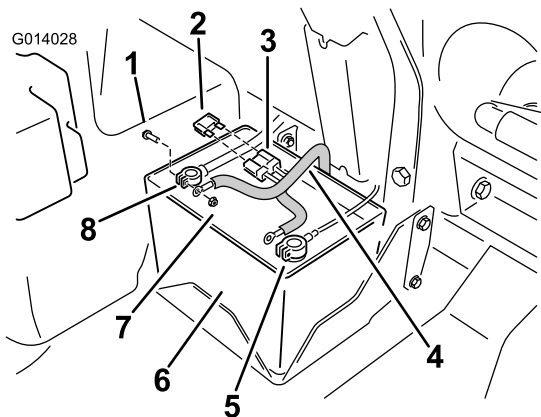

図 17
4. ハーネスについている赤いリング端子を、赤いバッテリーケーブルの端子に接続する（図 17）。
5. 黒色のリング端子をバッテリーのマイナス端子に接続する（図 17）。
8. バッテリーに戻り、ハーネスのコネクタにヒューズを取り付ける（図 17）。